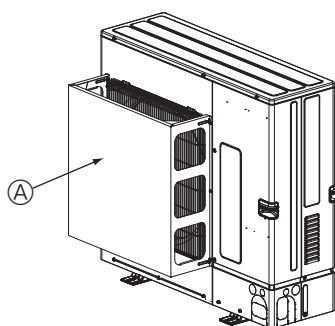

Fig. 2-5
- ② Установите дополнительную воздухозащитную направляющую планку, если прибор устанавливается в местности, где наблюдаются ураганы с сильным ветром, который может дуть непосредственно в воздуховыпускное отверстие. (Fig. 2-5)